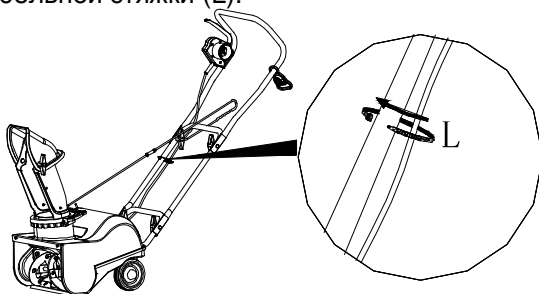

Рис. 8
6. Закрепите шнур питания (Рис.8). Закрепите шнур на рукоятке при помощи кабельной стяжки (L).